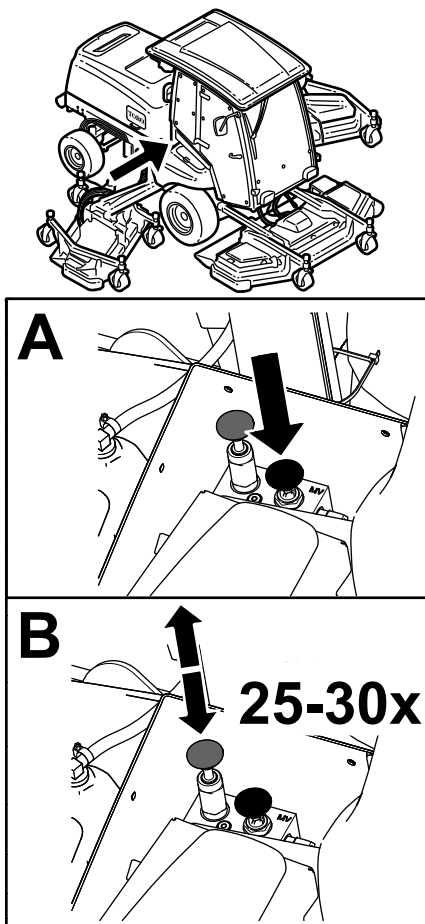

Figura 70
1. Válvula de derivação (2)
4. Solte manualmente o travão de estacionamento automático utilizando a válvula de distribuição e o êmbolo, conforme se mostra na Figura 70.